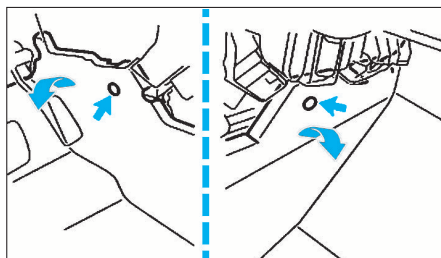

FIG. 23
- Retirer les deux agrafes puis dégager la moquette (fig. 23).